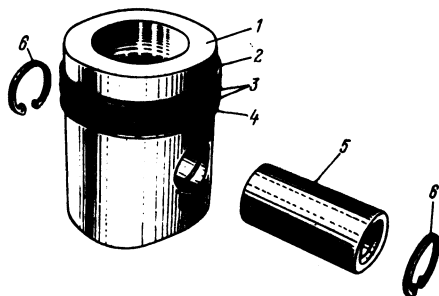

Рис. 8. Поршень:
**Поршни** (рис. 8) отлиты из высококремнистого алюминиевого сплава. На поршне расположены три компрессионных и одно маслосъемное кольцо. Компрессионные кольца имеют трапецеидальное сечение. Маслосъемное кольцо коробчатого сечения с расширителем. Наружная поверхность верхнего компрессионного кольца покрыта слоем пористого хрома. В головке поршня